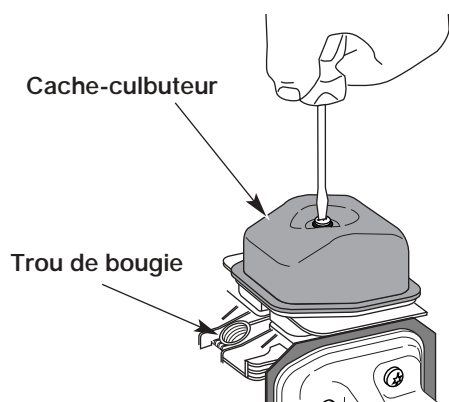

Fig. 30
7. Nettoyez toute saleté autour du cache-culbuteur. Retirez la vis retenant le cache-culbuteur à l'aide d'un tournevis à lame plate large ou à mèche no. T25 Torx (Fig. 30). Enlevez le cache-culbuteur et le joint.
- Le piston est au sommet de sa course lorsqu'on regarde par le trou de la bougie (Fig. 30).